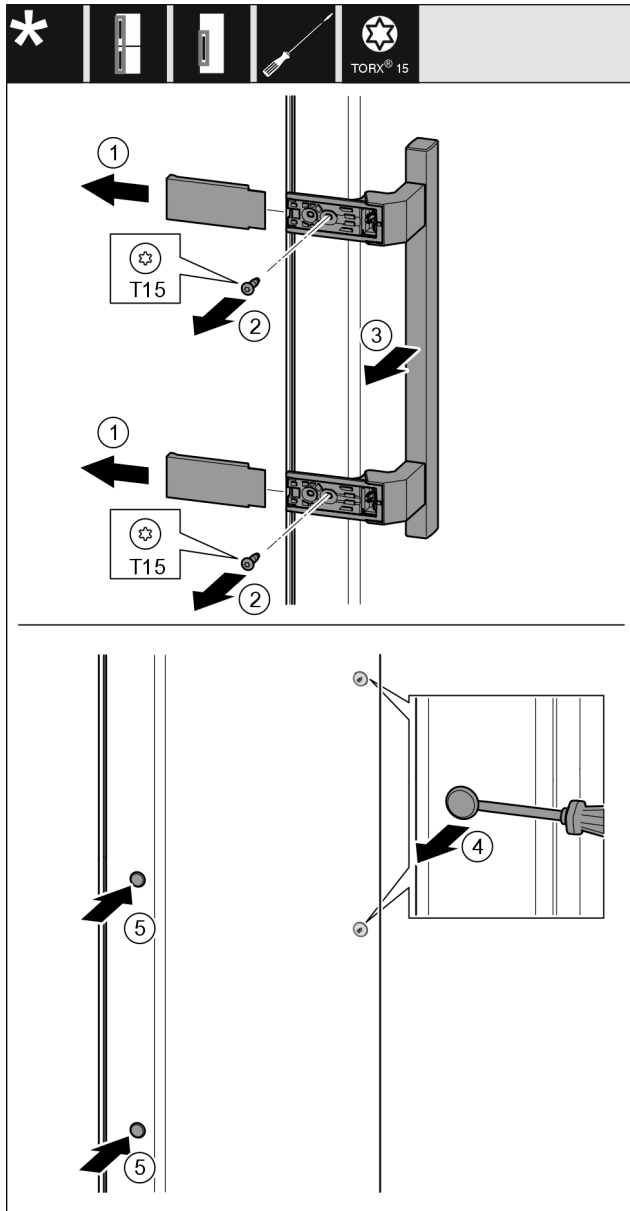

Fig. 49
- Snemite pokrov Fig. 49 (1).
- Izvijte vijake Fig. 49 (2) z izvijačem.
- Snemite ročaj Fig. 49 (3).
- Previdno dvignite stranski čep Fig. 49 (4) s ploščatim izvijačem in ga izvlecite.
- Vstavite čep Fig. 49 (5) nazaj na drugi strani.